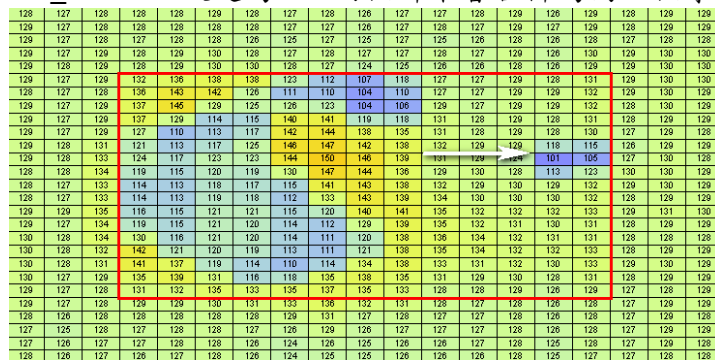

Figure 5-54: 群聚掌壓抑制受影響區域範例示意圖
1.下圖 Figure 5-54 示意。紅色框部分為兩群聚之間影響相差三個通道距離，若 SEED_MERGE_EXPEND 設定為 5，兩個群聚會合併為同一個掌壓抑制群聚。